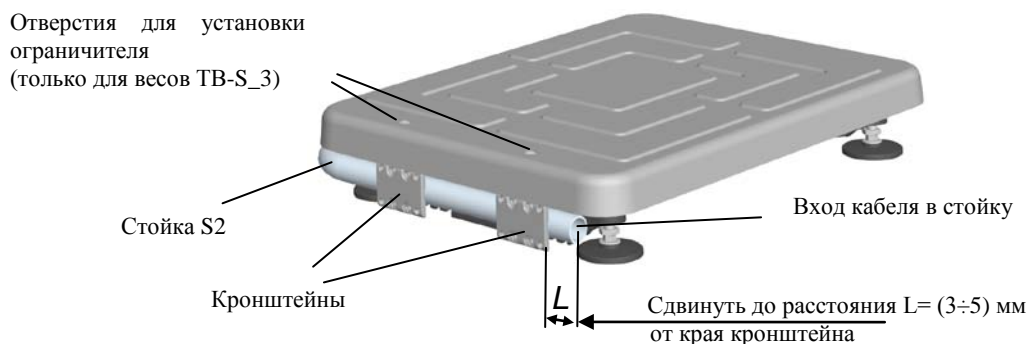

Рис. 5.1 – Крепление круглой вращающейся стойки к модулю ТВ-S
- Сдвинуть стойку S2 в направлении, указанном стрелкой (Рис. 5.1), обеспечив расстояние $L = (3 \div 5)$ мм от края стойки до края кронштейна.